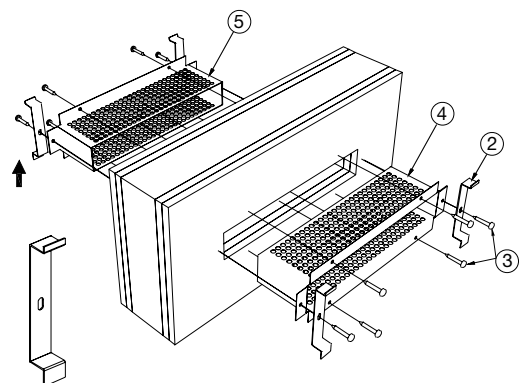
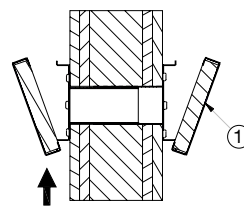

Fig 1
Fig 2
Innerrör (5) monteras på samma sätt som ytterröret (4) i vägg från baksidan. Slutligen sätts frontplattan (1) på frontplattehållarna (2) på fram- och baksidan av väggen. Frontplattan monteras först på de nedre beslagen (se fig. 1), därefter pressas plåten in (se fig. 2) varefter frontplåten dras ned på plats (se fig. 3).